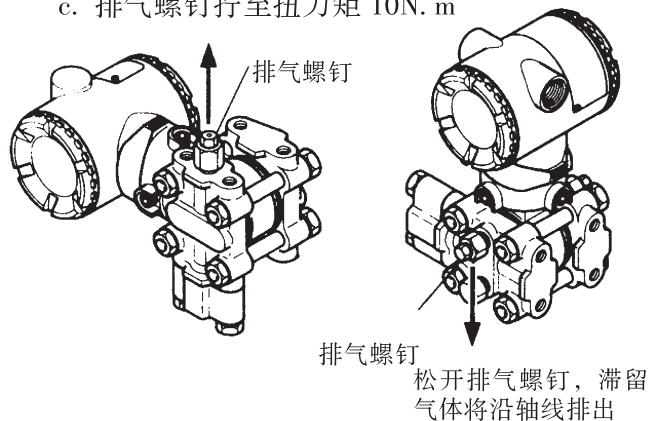

图 7.5.2 变送器的排气
- 缓慢拧开排气螺钉，排除测压部内气体(见图 7.5.2)。